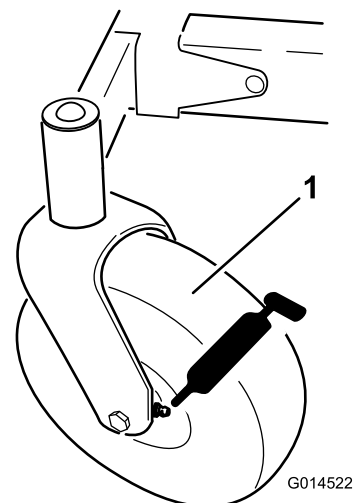
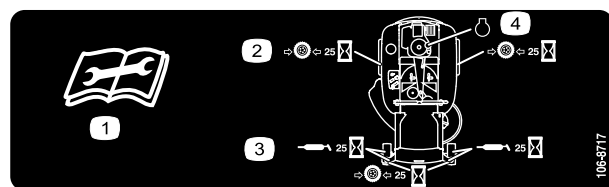

Figure 27
Figure 28
3. Nettoyez les graisseurs (Figure 27 et Figure 28) à l'aide d'un chiffon. Grattez la peinture qui pourrait se trouver sur le devant des graisseurs.
4. Raccordez une pompe à graisse à chaque graisseur (Figure 27 et Figure 28). Injectez de